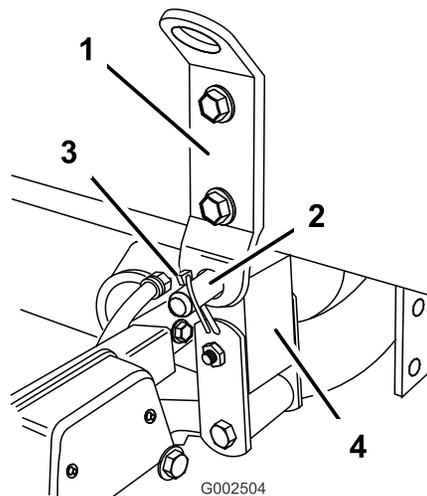

Figure 21
6. Alignez la patte de pivot à l'arrière de l'ensemble patin de cuve sur l'ouverture au bout du châssis du véhicule (Figure 21).
7. Placez un axe de chape (3/4 pouce) et deux goupilles à anneau sur la patte de pivot pour fixer l'ensemble cuve au châssis (Figure 21).
10. Vérifiez l'alignement du patin de la cuve et du châssis du véhicule. Le cas échéant, desserrez légèrement les boulons qui fixent la patte de pivot au patin de la cuve (Figure 21). Relevez l'ensemble cuve juste au-dessus du châssis du véhicule pour l'aligner et l'abaisser à la position correcte. Serrez les boulons sur la patte de pivot une fois que le patin de la cuve est aligné sur le châssis.